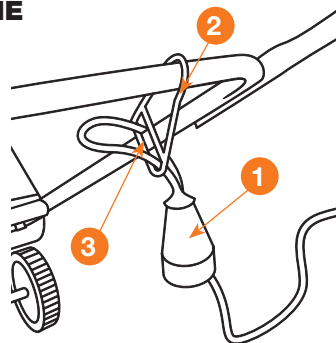

Рис. 18
- Для этого, проденьте шнур **1** в петлю зажима **2** и зафиксируйте его, зацепив за крючок **3** (Рис. 18).